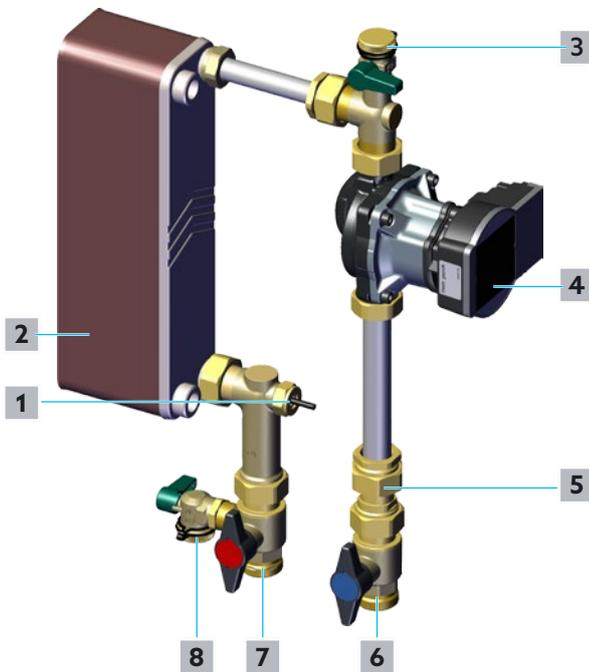

Fig. 18: Llenado y purgado del circuito del acumulador
- 1 Abra la válvula de bola de corte de la alimentación del circuito del acumulador lentamente (véase posición 7 en Fig. 18 en la página 25 y posición 2 en Fig. 2 en la página 12).
- 2 Desenrosque el tapón de la válvula de bola de llenado y vaciado del retorno del circuito del acumulador (véase posición 3 en Fig. 18 en la página 25 y posición 9 en Fig. 2 en la página 12).
- 7 Abra lentamente la válvula de bola de corte del circuito de retorno del acumulador (véase posición 6 en Fig. 18 en la página 25 y posición 9 en Fig. 2 en la página 12).